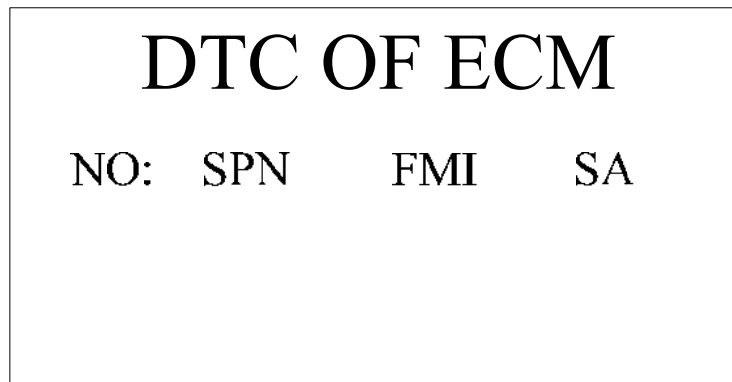

Figure-8 ECM Code
3.1.6 The seventh、eighth、ninth、tenth and eleventh interface display ECM、TCM、ABS、AIR、Retarded information. as shown in Figure-8、9、10、11、12.